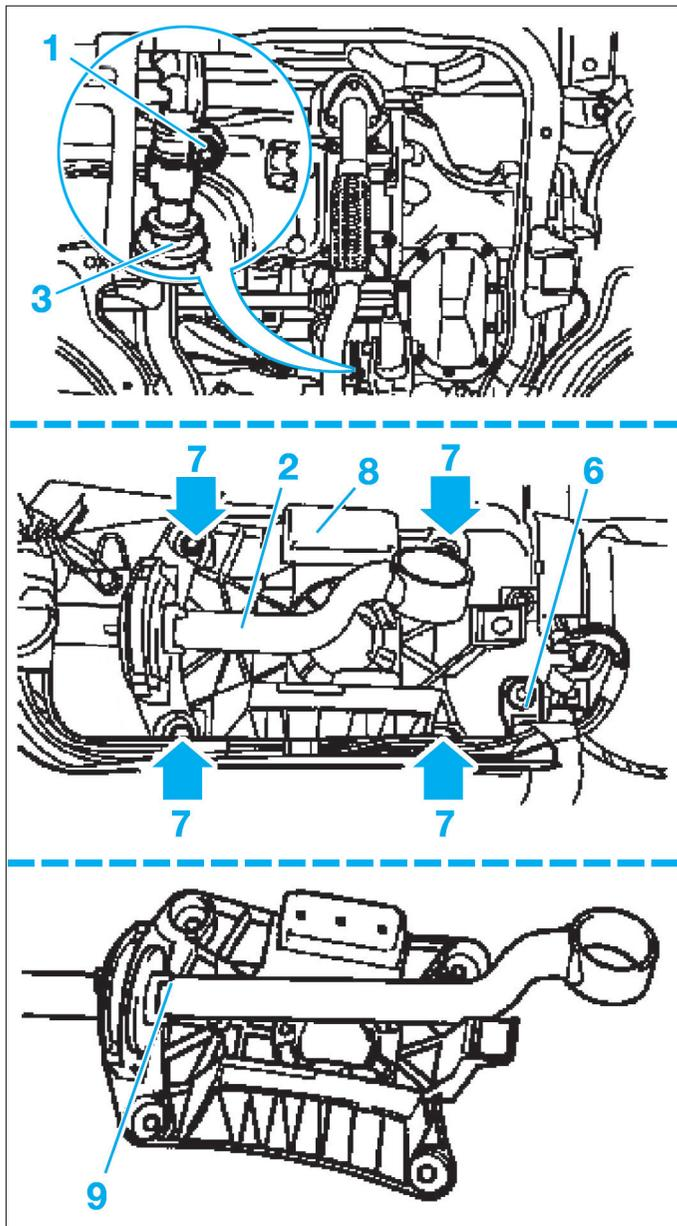
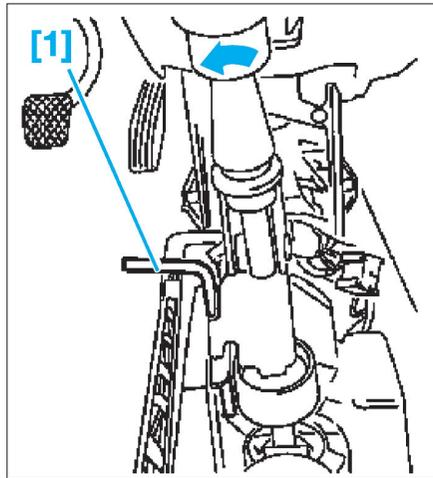

FIG. 10
FIG. 12
- Déposer la vis de serrage (1) de la tringle de commande de vitesses (2) (Fig.10).
- Dégrafer le soufflet (3) de tablier de la timonerie et le retirer.
- Dégager le faisceau électrique du goujon arrière (6) du boîtier de levier de vitesses (Fig.10).
- les 4 vis du boîtier de levier de vitesses (7),
- la tringle avec le boîtier (8) et retirer celui-ci.
- Dévisser la vis du collier de serrage de l'axe de commande (1) (Fig.10), sans la déposer.
- Dégager le soufflet (3) du levier de changement de vitesses.
- Incliner le levier vers la gauche et le bloquer à l'aide de l'outil [1] (Fig.12).
- Serrer la vis (1) du collier de serrage de l'axe de commande (Fig.10).